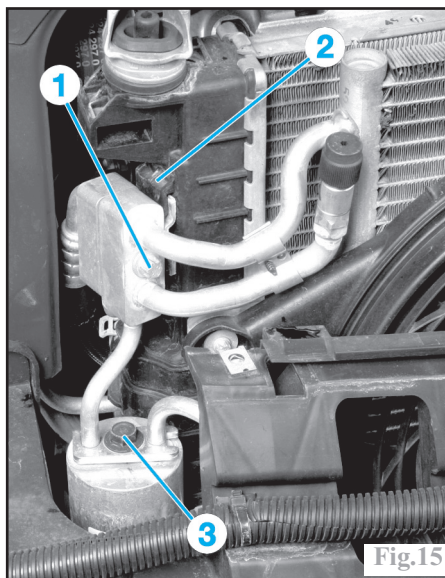

Fig.15
Dévisser le raccord supérieur droit (1) et le dégager de son support (2) (Fig.15).
- la vis du raccord de la cartouche déshydratante (3) (Fig.15).